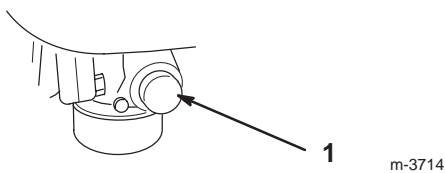

Figure 12
2. Appuyez sur l'amorceur à trois reprises, en marquant une pause de deux secondes chaque fois (Fig. 9 ou Fig. 12).